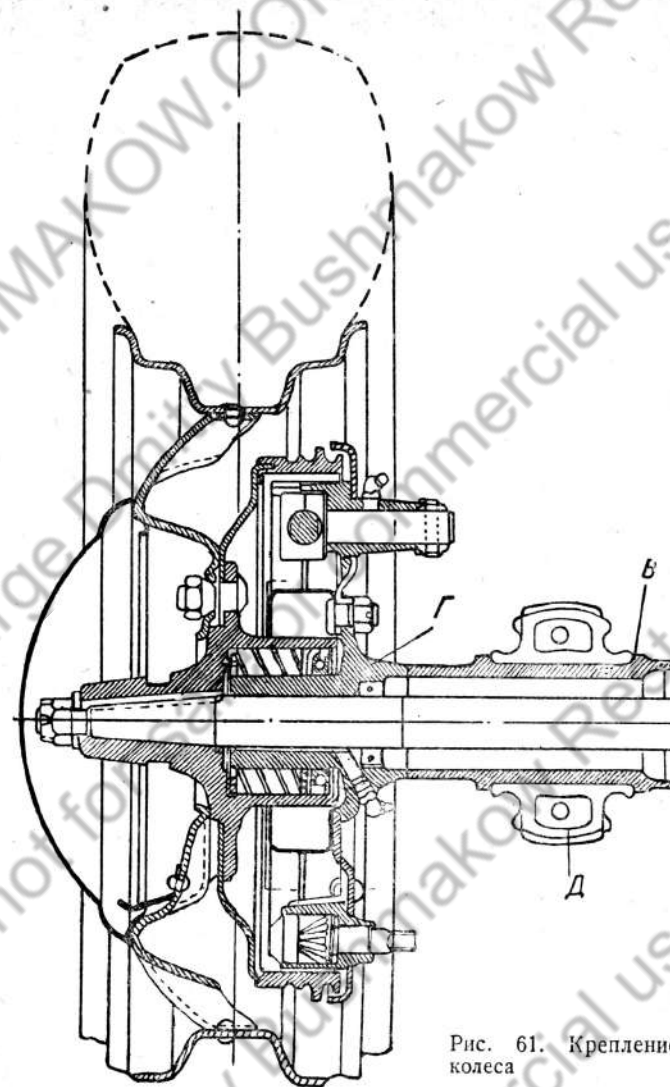

Рис. 61. Крепление заднего колеса
**Полуоси.** Полуоси  $\frac{3}{4}$ -разгруженного типа, так же, как и на модели ГАЗ-А (рис. 61). Полуось оканчивается конусом, на который с помощью шпонки насажена ступица заднего колеса. Подшипник помещен между трубой заднего моста и ступицей колеса. Благодаря большей длине подшипника полуось почти разгружена от изгибающих усилий и воспринимает скручивающие усилия и усилия, направленные вдоль заднего моста.
Каждый рукав состоит из конической сварной трубы **С** (рис. 60), к широкому концу которой приварен фланец **Б** для крепления к картеру. Одновременно этот фланец служит и для установки подшипника главной передачи. К узкому концу трубы приварена цилиндрическая поковка **В** (рис. 61), на которой крепится качающаяся подушка **Д** задней рессоры. К цилиндрической поковке **В** приварена поковка **Г**, имеющая фланец для крепления диска тормозных колодок и цилиндрическую часть для установки роликового подшипника ступицы колеса.